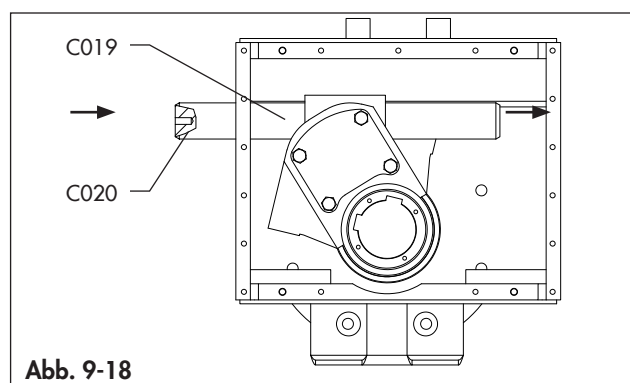

Abb. 9-18
- Führen Sie die Führungsstange (C020) in das Zentralmodulgehäuse (C015) ein, wobei sie in den Gleitblock (C019) eingreift und die gegenüberliegende Seite des Gehäuses (C015) erreicht. An der Vorderseite der Führungsstange befindet sich eine Gewindebohrung zum Anheben mit einer geeigneten Vorrichtung. (Abb. 9-18)